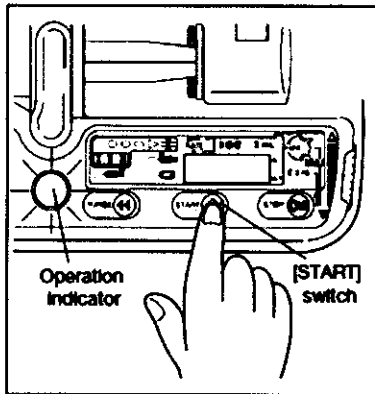

Fig. 20: Operation Indicator: Indicador de funcionamiento ; [START] switch: botón [COMIENZO]
- 2) Pulse el botón [COMIENZO] para comenzar la infusión. El indicador de funcionamiento se encenderá en verde y girará (Fig. 20)